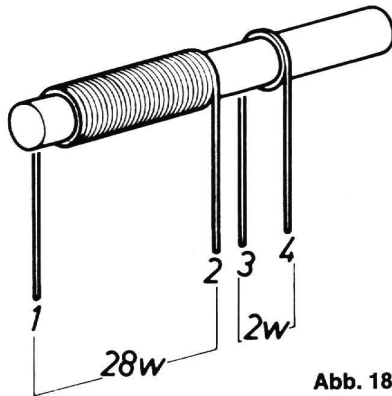

Abb. 183
Mit dem vorstehenden Gerät empfängst du Rundfunksender, die auf der Mittelwelle (MW) senden, d. h. mit Frequenzen zwischen 510 und 1605 kHz. Es gibt aber eine Reihe interessanter Sender im Bereich zwischen 1700 und 5100 kHz. Um sie empfangen zu können, brauchst du eine weitere Spule. Nimm deshalb die Mittelwellen-Antennenspule vom Ferritstab. Lege dann aus isoliertem Draht 28 Windungen ganz dicht um den Stab. Neben diese KW-Spule legst du eine weitere aus zwei Windungen. Die Zahlen der Anschlüsse in Abb. 183 entsprechen den Zahlen der MW-Spule auf dem Verdrahtungsplan 5.02. Klemme die Drähte der neuen Spule an dieselben Anschlüsse, an die ursprünglich die der MW-Spule angeschlossen waren. Wenn du ein Pfeifen hörst, wechsle die Drähte 3 und 4 aus. Wohnst du nicht direkt an der Küste, ist eine Außenantenne unbedingt erforderlich. Vergiß nicht, die Spule um den Ferritstab zu wickeln. Ist alles fertig, suche mit dem großen Skalenknopf sehr langsam und vorsichtig einen Sender. Mit einer guten Antenne kannst du mehrere Stationen mit diesem Gerät abhören.